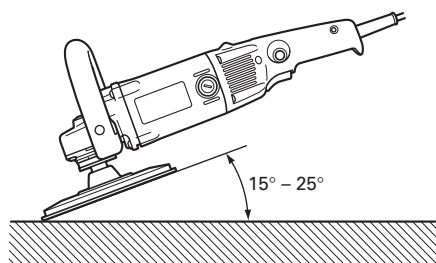

Fig. 3
- Au lieu d'appliquer toute la surface du disque sur la surface du métal à meuler, incliner la ponceuse d'environ 15° à 25° pour effectuer le meulage avec la section périphérique du disque. (Fig. 3)